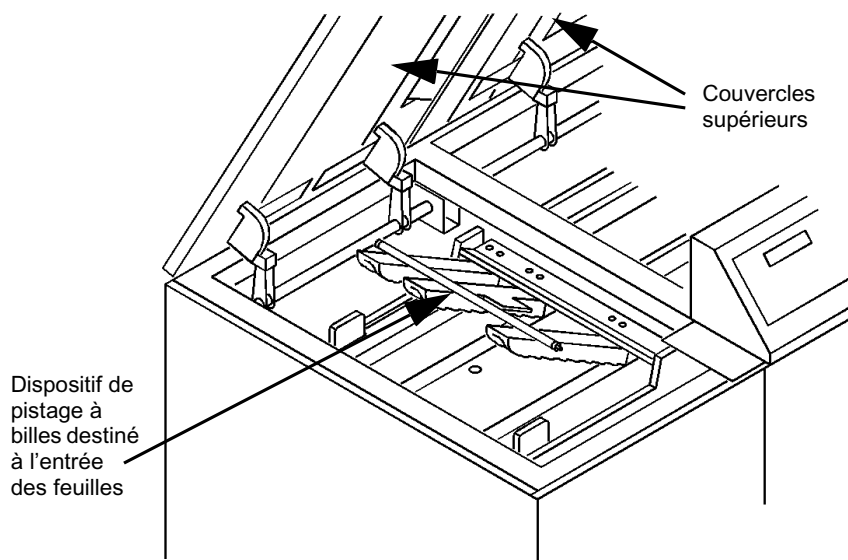

Figure 4-1: Les couvercles supérieurs et les pistes à billes destinées à l'entrée des feuilles
- 1 Ouvrez les couvercles supérieurs de FusionPunch II, voir Figure 4-1.
- 2 Ouvrez (soulevez) les pistes à billes destinées à l'entrée des feuilles, voir Figure 4-1. Nettoyez la ceinture verte se trouvant en-dessous trois pistes à billes, le réflecteur du détecteur et le détecteur (en-dessous de l'orifice de la plaque qui sert de base) à l'aide d'alcool à 90 % et d'un chiffon non-pelucheux propre. Nettoyez également toutes les accumulations de poussière de papier ou de toner sous la plaque qui sert de base.